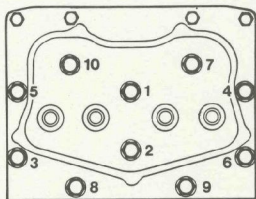

Abb. 1
1. Arbeitsgang : Anzug mit 12 ± 18 m.da.N - Abb. 1